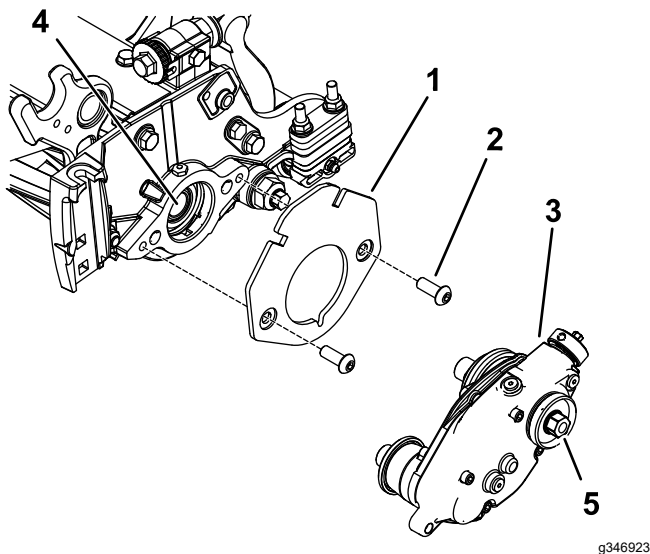

Bild 8
2. Befestigen Sie die Ballasthalterung mit zwei Sechskant-Halbrundkopfschrauben ($\frac{3}{8}$ " x $\frac{3}{4}$ ") an der Spindel, wie in Bild 8 abgebildet.
3. Tragen Sie Gewindesperrmittel mittlerer Stärke (z. B. Blue 243 Loctite®) auf das Gewinde der inneren Spindelwelle auf (Bild 8).
4. Befestigen Sie den Groomerantrieb mit der Sechskantschraube am Groomerantrieb an der Spindelwelle (Bild 8).